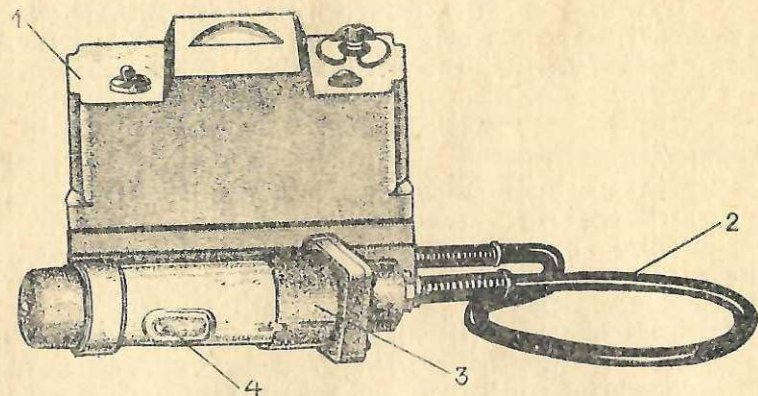
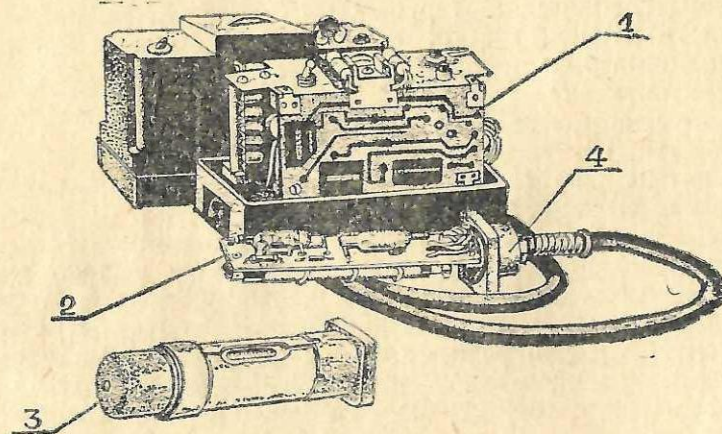

Рис. 5. Прибор ДП-5В.
Рис. 7. Прибор в раскрытом виде.
5.1.1. Прибор состоит из измерительного пульта (1)
(рис. 5), блока детектирования (3), соединенного с пультом
На шасси прибора установлены все элементы управления прибором. Шасси с помощью двух стоек крепится на основании. К основанию крепится кабель, соединяющий пульт с блоком детектирования, и телефонное гнездо. Монтаж элементов схемы осуществляется на печатной плате преобразователя (рис. 7), которая присоединяется к основанию и шасси с помощью шарнира с одной стороны и винта — с другой.
5.1.5. Блок детектирования (3) (рис. 5) герметичен, имеет цилиндрическую форму. В нем расположена плата (2) (рис. 7), на которой размещены газоразрядные счетчики и другие элементы схемы. На плату надевается корпус (3) с окном для обнаружения бета-излучения.